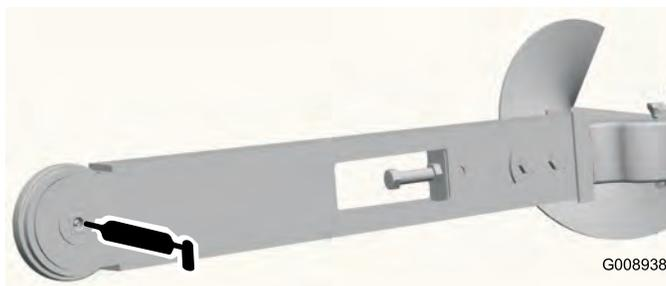
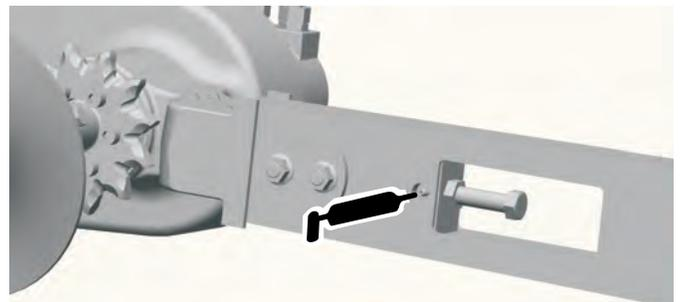

Figure 8
Figure 9
Graissez les 2 graisseurs, comme illustré aux Figure 8 et Figure 9, chaque jour et immédiatement après chaque lavage.
3. Déposez la vis sans fin de déblayage (Fig. 8).
8. Enlevez les six boulons de fixation du pignon d'entraînement (Fig. 8).
9. Déposez le pignon d'entraînement (Fig. 8) et mettez-le au rebut.
11. Placez le pignon de remplacement sur l'axe comme indiqué à la Figure 8.
12. Vissez les six boulons de fixation dans le pignon d'entraînement à la main (Fig. 8).